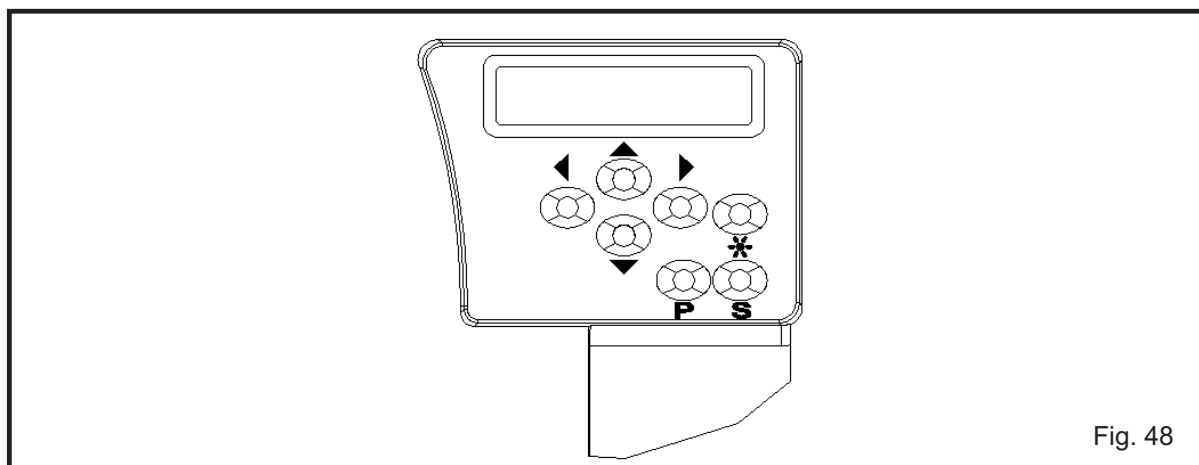

Fig. 48
2.A descrição das chaves funcionais na caixa de operação. (Fig. 48)